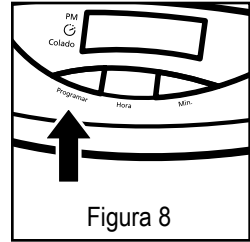

Figura 8
1. Mientras que la cafetera está apagada, presione y detenga el botón para programar la preparación de café “Programar”. Consulte la figura 8.